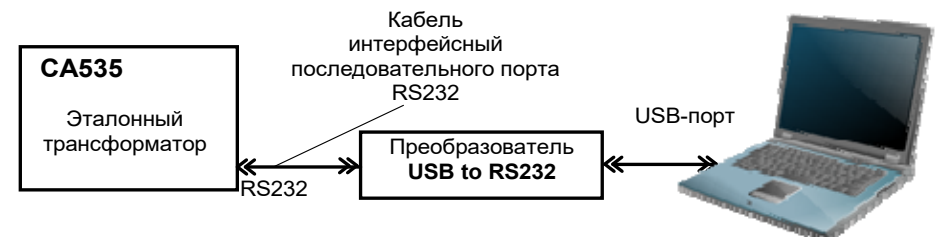

Рисунок 7.11
- 1) Подключить трансформатор CA535 к ПК, используя кабель интерфейсный последовательного порта RS232 (рисунок 7.11) при работе через USB-порт компьютера или напрямую при работе через COM-порт.